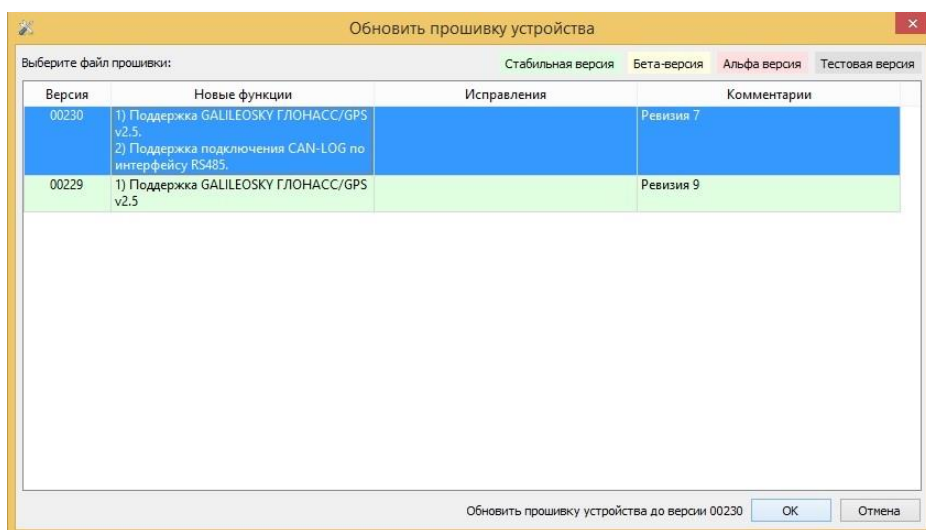

Рисунок 5. Выбор версии прошивки
1. Запустите ПО «Конфигуратор» и в появившемся окне выберите один из предложенных файлов прошивки для восстановления работы вашего терминала (Рис. 5).